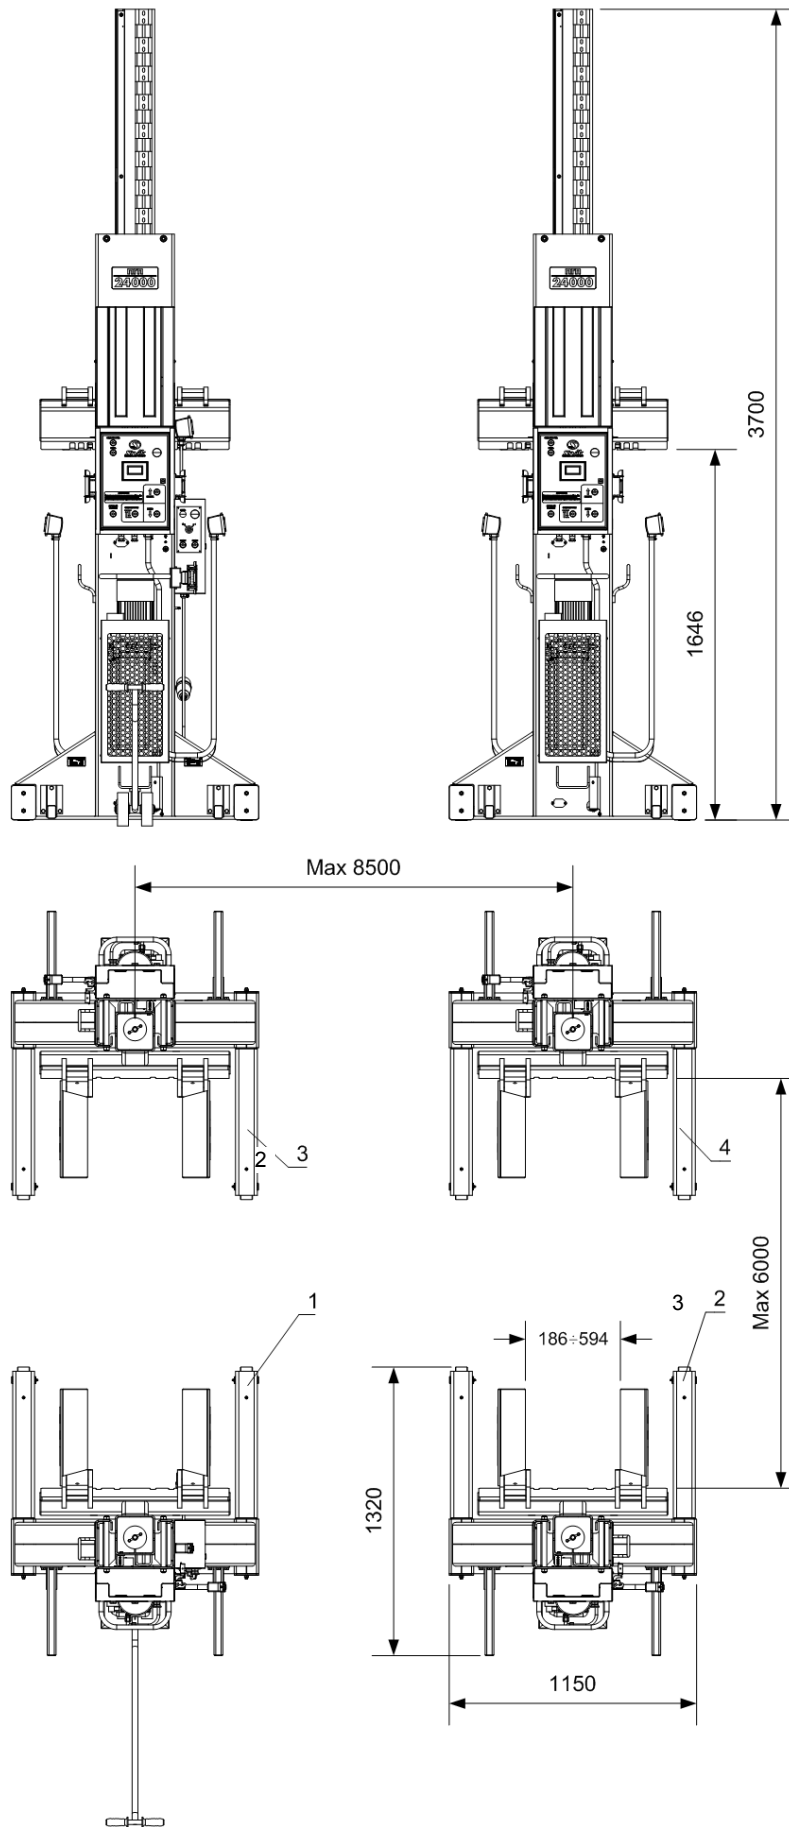
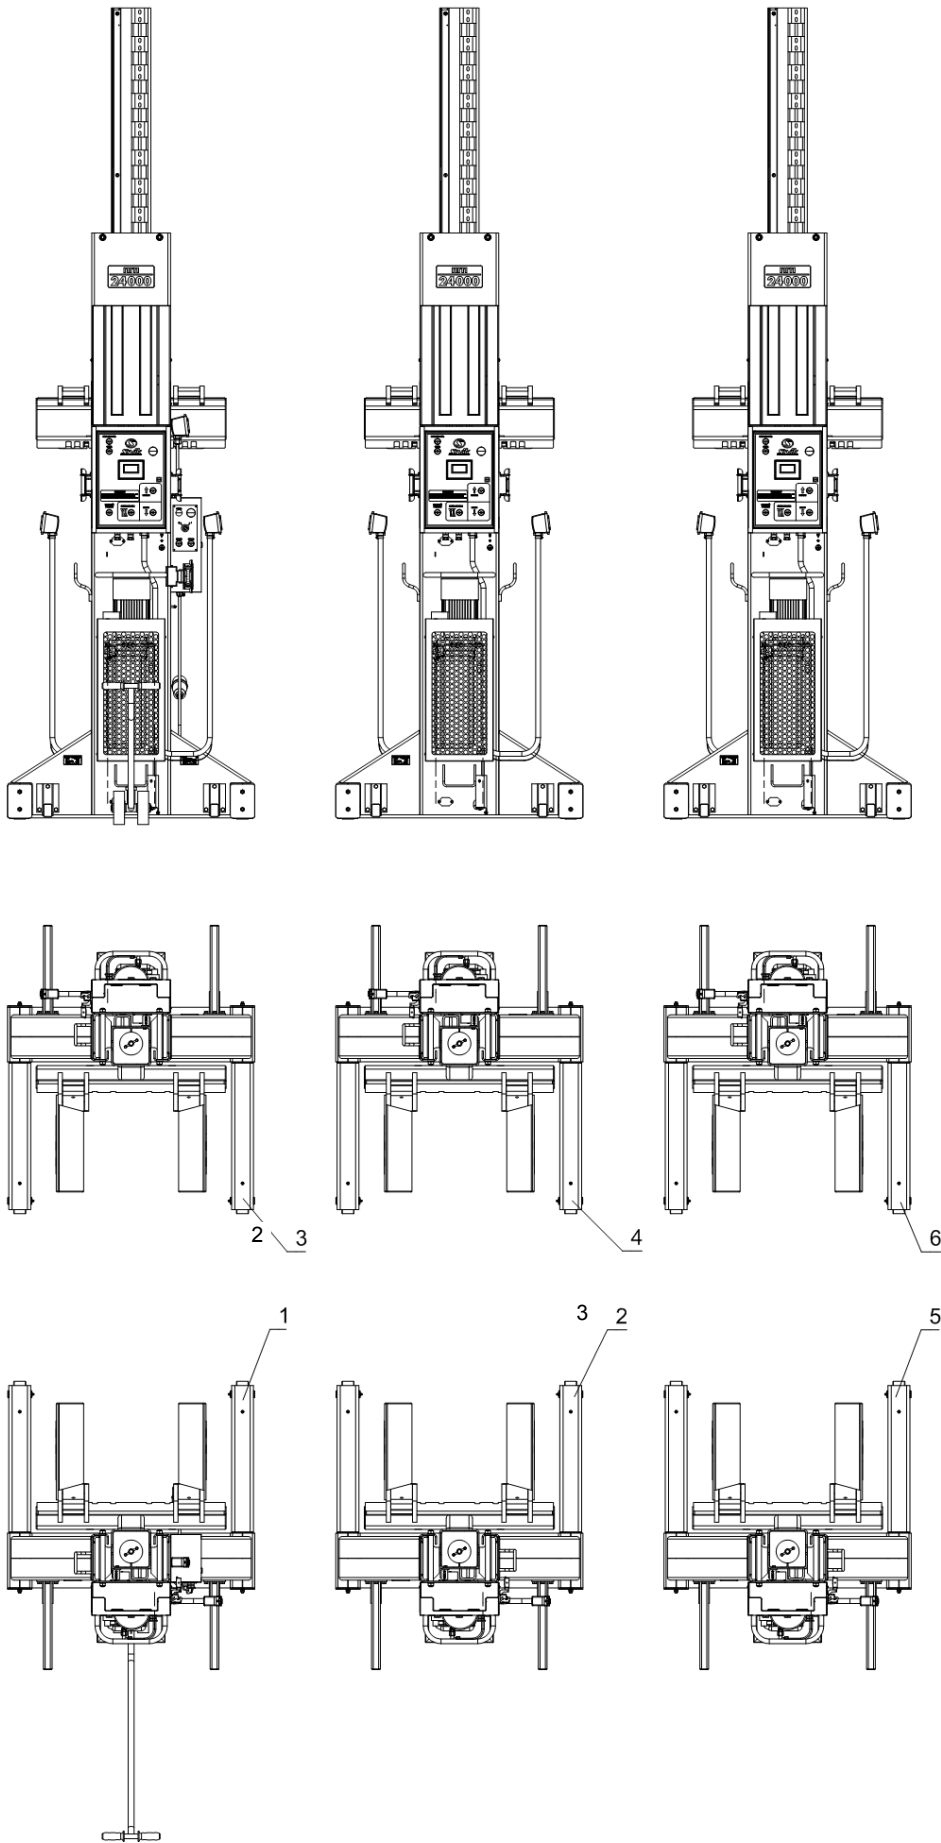

Рисунок 4.1 - Общий вид подъемника ПГП-30000/4
Рисунок 4.2 - Общий вид подъемника ПГП-45000/6
4.1 Подъемник состоит из: модель ПГП-30000/4 (Рисунок 4.1) – четырех стоек – главной №1 и второстепенных №№ 2, 3, 4; модель ПГП-45000/6 (Рисунок 4.2) – шести стоек - главной №1 и второстепенных №№ 2, 3, 4, 5, 6. Подъемник модели ПГП-30000/4 возможно переоборудовать в подъемник модели ПГП-45000/6 при дополнительном приобретении стоек (от модели ПГП-45000/6) №5 и №6.